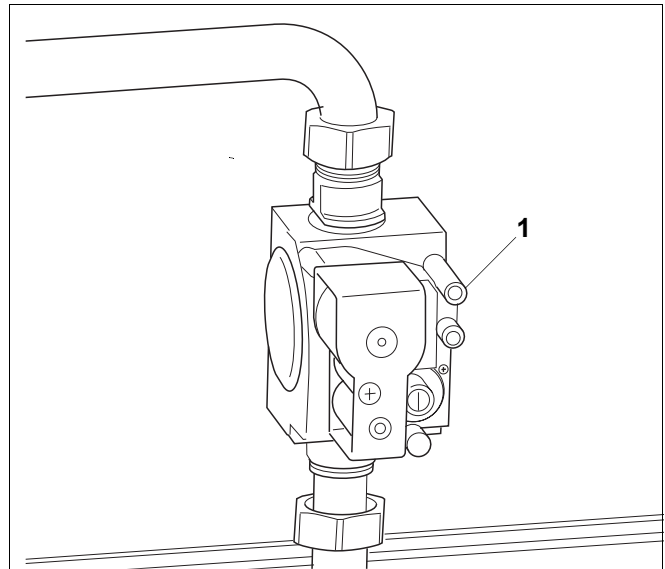

Fig. 22 Armatură gaz "SIT" 840 Sigma
- Rotiți de 2 ori șurubul de strângere pentru racordul de gaz și pentru aerisire (Fig. 22, **Poz. 1**) și scoateți furtunul.